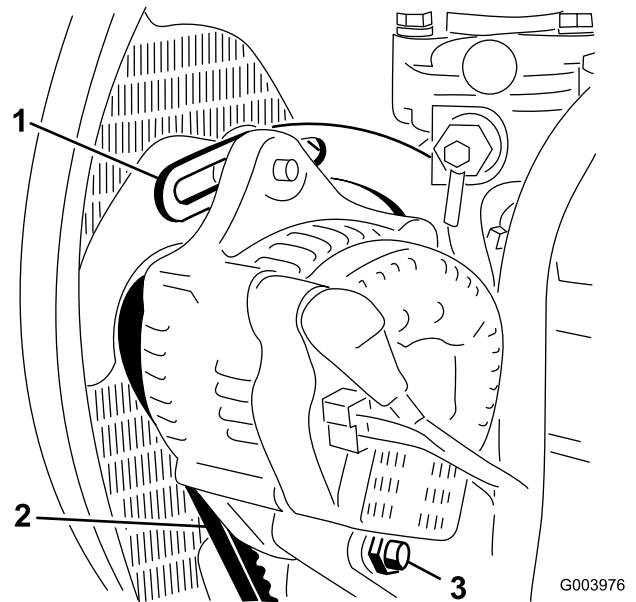

Bild 49
2. Prüfen Sie die Spannung des Treibriemens, indem Sie eine Kraft von 10 kg auf halber Entfernung zwischen der Lichtmaschine und der Kurbelwellenscheibe ansetzen (Bild 49).
3. Lockern Sie die Schrauben, mit denen der Bügel am Motor befestigt ist sowie die Schraube, mit der die Lichtmaschine am Bügel befestigt ist (Bild 49).